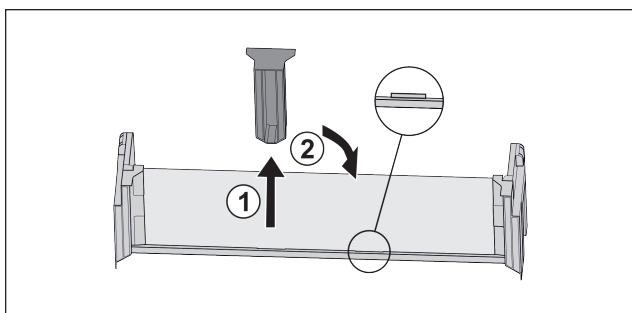

Fig. 76
- ▶ Снимите среднюю поддерживающую деталь Fig. 76 (1).
- ▶ Вставьте среднюю поддерживающую деталь во вторую позицию Fig. 76 (2).